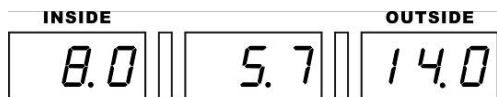

Abb. 10
- Anschließend zieht das Display Reifendaten an (Standardwerte, Abb. 10).